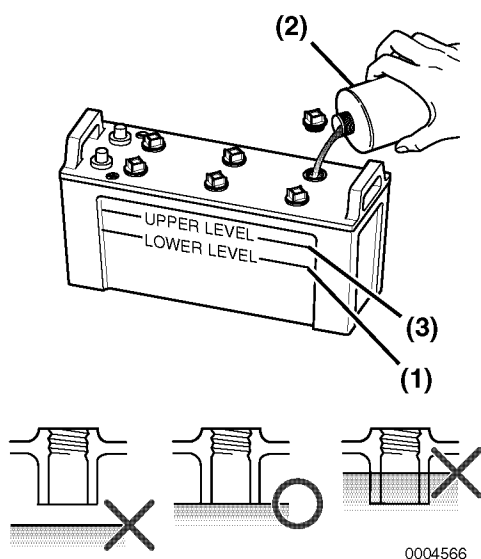

Figure 12
4. Si le niveau est inférieur au niveau minimum de remplissage (Figure 12, (1)), remplissez avec de l'eau distillée (Figure 12, (2)) (disponible dans les épiceries) jusqu'à la limite supérieure (Figure 12, (3)) de la batterie.